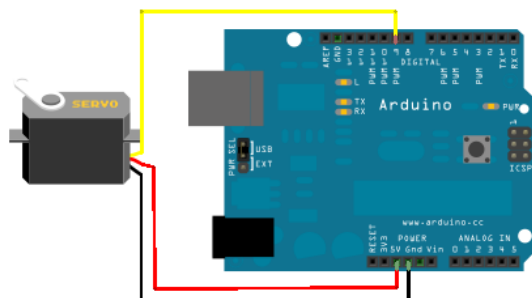

Рис. 5.5. Підключення сервопривода малої потужності до мікроконтролерної плати Arduino Uno
1. Складіть схему за рис. 5.5, використовуючи сервопривод SG90.